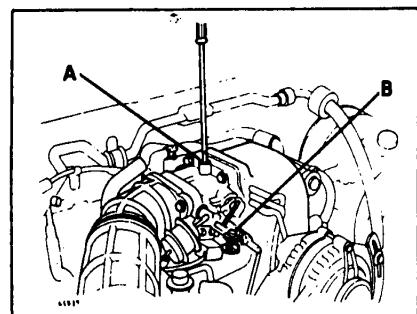

Рис. 3 Регулировка оборотов холостого хода
- Удалите заглушку винта регулировки и отрегулируйте обороты холостого хода (рис. 3, А).
- Если горят обе лампы - поверните винт регулировки (рис. 3, В) против часовой стрелки, если не горит ни одна - по часовой стрелке.